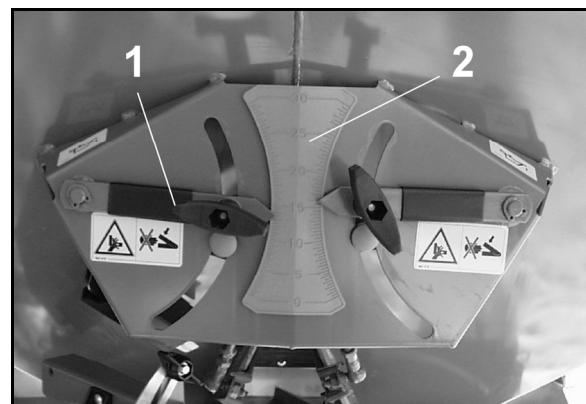

图 81
7. 在边界播撒时，在机器左侧的操纵杆 (图 81/1) 的滑门位置应摆回刻度盘 (图 81/2)